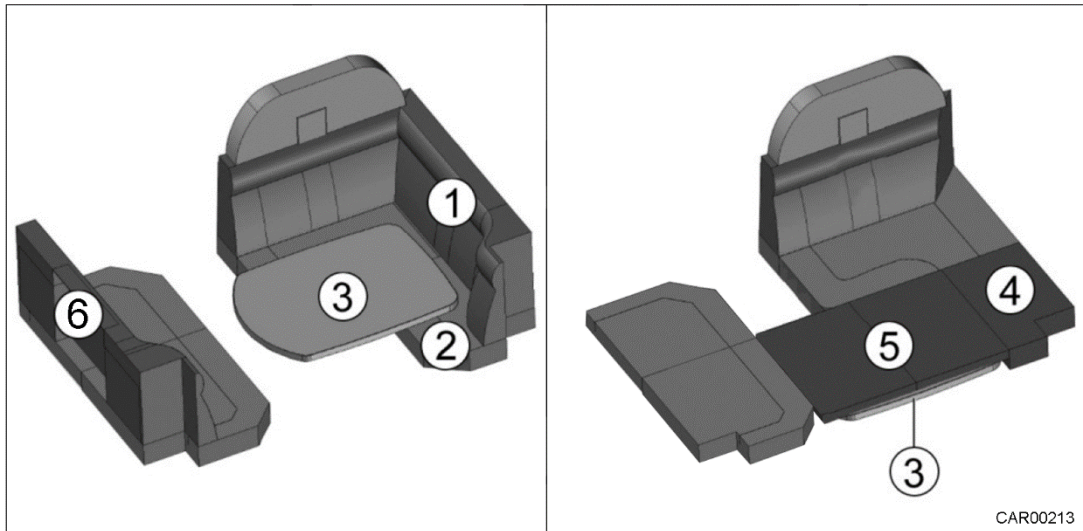

Fig. 72 Transformer les canapés en couchage pour la nuit
1. Enlever le coussin dossier (Fig. 72/1) et le coussin d'assise (Fig. 72/2).
2. Abaisser la table (Fig. 72/3).
3. Mettre en place le premier coussin d'appoint (Fig. 72/4).
4. Mettre en place le deuxième coussin d'appoint (Fig. 72/5).
5. Enlever le coussin dossier (Fig. 72/6).